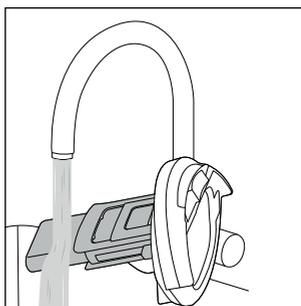

Fig. 25
- ◆ Rengør snavsfilteret **10**, svømmeren **8** og låget til beholderen til snavsset vand **9** under rindende, varmt vand (se fig. 25). Brug et mildt rengøringsmiddel ved behov.